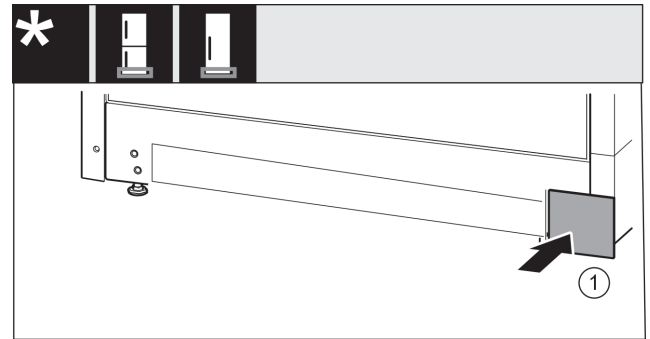

Fig. 18
- Abdeckung auf der anderen Seite wieder aufsetzen. Fig. 18 (1)